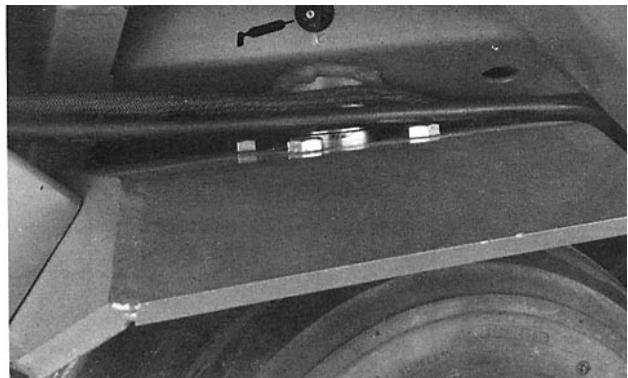
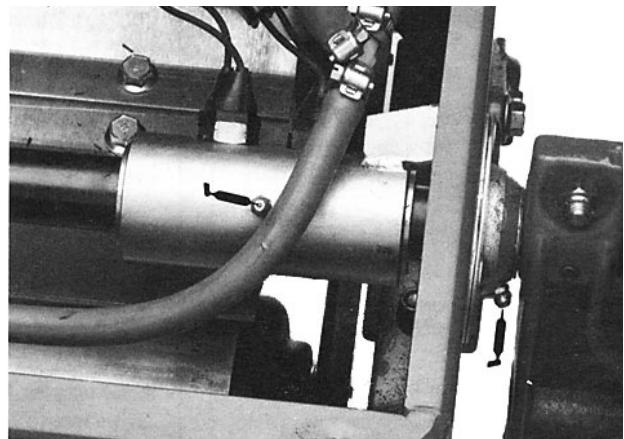
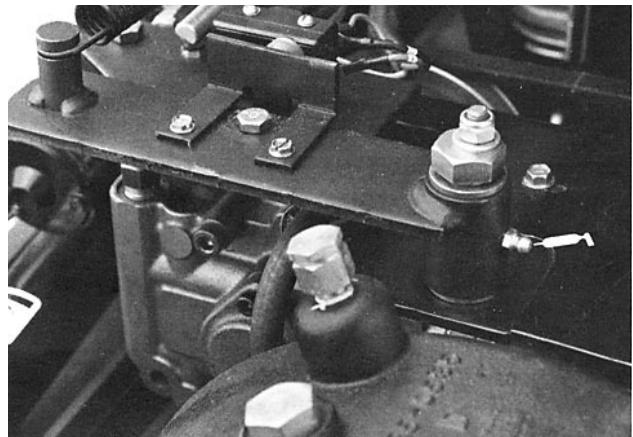

Fig. 14
Fig. 15
Fig. 16
I cuscinetti e le boccole da lubrificare sono: albero di articolazione dello sterzo (Fig. 14), sede dell'interruttore di fine corsa (Fig. 14) (2) sull'albero della leva di sollevamento (Fig. 15), e l'albero di articolazione in neutro (Fig. 16).